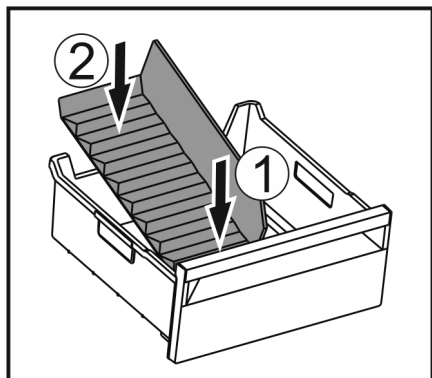

Fig. 167
- Vložte prednú časť oddelovača zásuvky na ľad. Fig. 167 (1)
- Spustíte zadnú časť oddelovača zásuvky na ľad až na dno zásuvky. Fig. 167 (2)